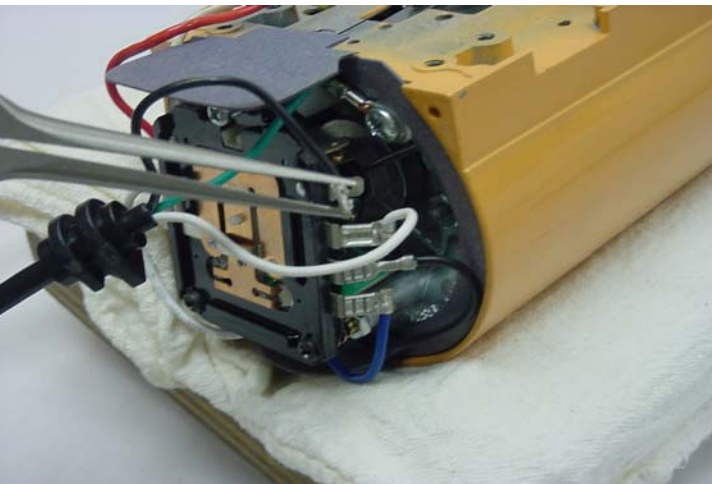

Abb. 14: Flachsteckkontakte des Netzkabels und Erdungsleitung lösen.
A. Zu Beginn der Demontage die Flachsteckkontakte des Netzkabels von der Steuerplatte und das Erdungskabel von der Lagerbrücke abziehen (Abb. 14).